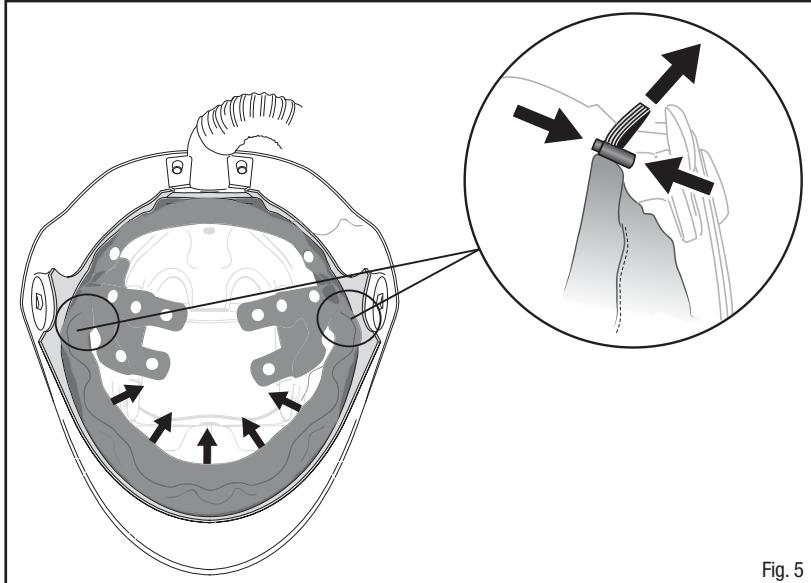

Fig. 5
5. Avec le masque pour soudeurs sur la tête, saisir la membrane d'étanchéité faciale et la tirer de manière qu'elle recouvre le menton et le tour du visage. Appuyer sur la pince du bariillet et tirer doucement sur le cordon de serrage pour obtenir un ajustement confortable de la membrane d'étanchéité faciale (Fig. 5). Il doit y avoir un jeu minimal entre le visage et la membrane lorsque cette dernière est bien ajustée.